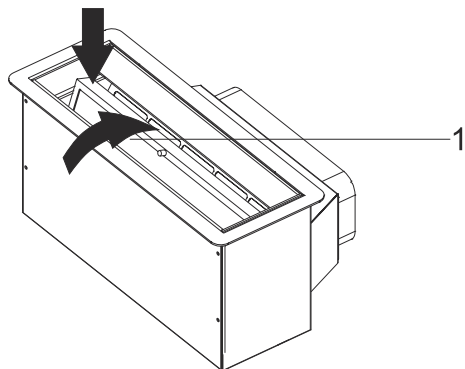

Fig. 5: Påmontering af fedtfilteret
10. ➤ Efter rengøring af fedtfilteret skal det sættes tilbage i beholderen (Fig. 5).
11. ➤ Sæt fedtfilteret ind i beholderen som vist med de to pile. (Fig. 5).